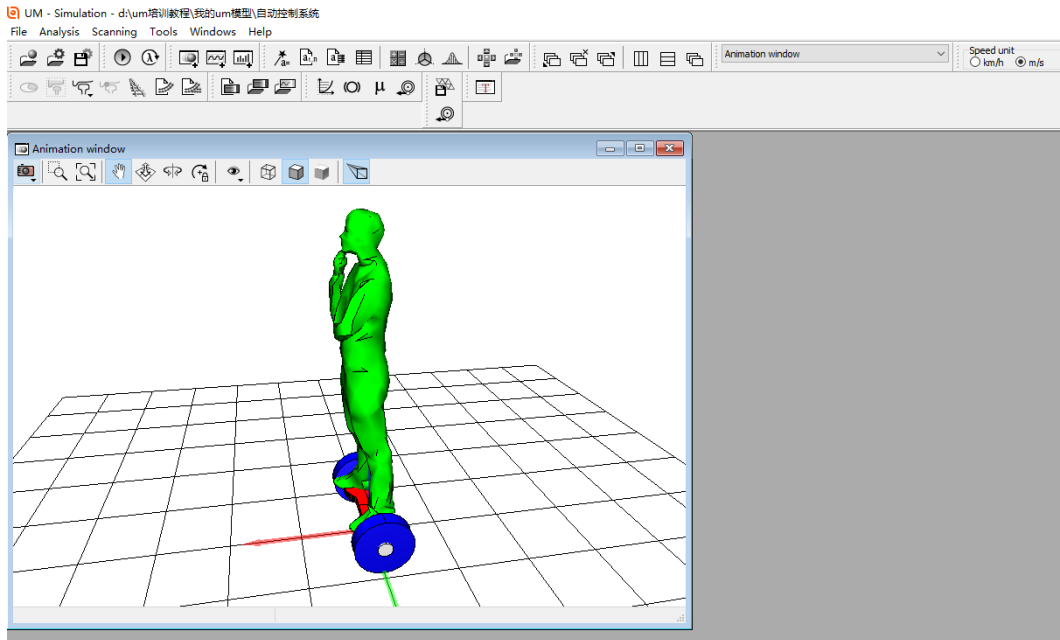

图 2-143
- 1) 运行 **UM Simulation** 仿真程序，选择菜单 **File** → **Open...**，加载模型。也可通过双击模型文件 **input.dat** 直接打开模型。拖动鼠标自由调整动画窗口的大小和位置（一般不要最大化），在动画窗口通过鼠标和工具栏按钮自由调整模型视图，如图 2-143。